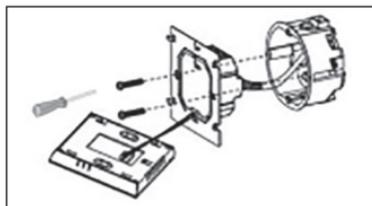

Рисунок 4
6.3.2. С помощью двух винтов прикрепите монтажную пластину к монтажной коробке (*рисунок 4*).